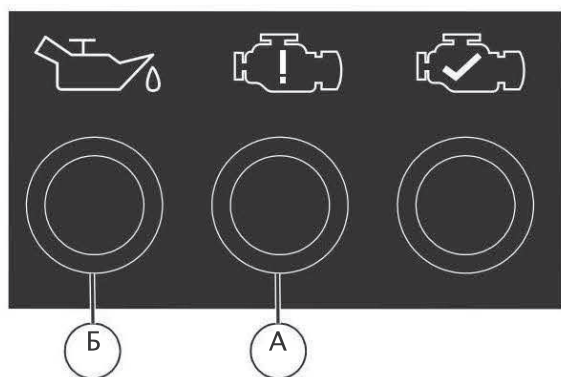

Рисунок 3-3. Ошибка отключения
**ВАЖНОЕ ПРИМЕЧАНИЕ:** Не перегружайте генератор или розетки на отдельных панелях. См. Рисунок 3-3. Если возникает перегрузка, то перегрузка Загорится светодиод (А), и подача переменного тока прекратится. Для исправления смотрите статус генератора (индикатор).
Двигатель оснащен датчиком низкого уровня масла, который автоматически выключает двигатель, когда уровень масла падает ниже заданного уровня, чтобы предотвратить повреждение двигателя. См. Рисунок 3-3(В). Двигатель не будет работать до тех пор, пока масло не будет залито до нужного уровня. Если двигатель выключается и топлива достаточно, проверьте уровень моторного масла.